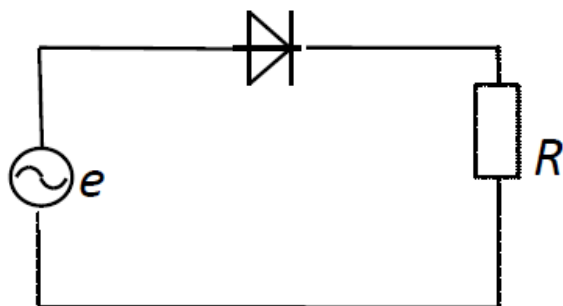

Рис.1
1. В схеме рис.1 $e=16\sin(\omega t)$; $R=0,014\text{ кОм}$;
Рис.2 3. Трансформатор (потери пренебречь) включен в сеть с напряжением 220 В. Ток первичной обмотки трансформатора $I_1=1$ А. Определить мощность, выделяемую на сопротивлении $R_H=100$ Ом, включенного во вторичную обмотку трансформатора. 4.ВАРИАНТ №4 1. В схеме рис.1 $e = 16\sin(\omega t)$; $R=0,014$ кОм; Параметры схемы замещения диода: $r_i = 1$ Ом; $E_0=1$ В, Справочная величина обратного теплового тока диода $I_0=0,01$ А. Определить величину максимального значения падения напряжения на диоде в закрытом состоянии. Рис.1 2. В схеме рис.2 $E_к=15$ В; $R_к=10$ Ом; $R_б=200$ Ом; $\beta=50$, $E_{вх}=2$ В. Определить величину напряжения на сопротивлении $R_к$, если напряжение между базой и эмиттером открытого транзистора $U_{бэ}=1$ В.